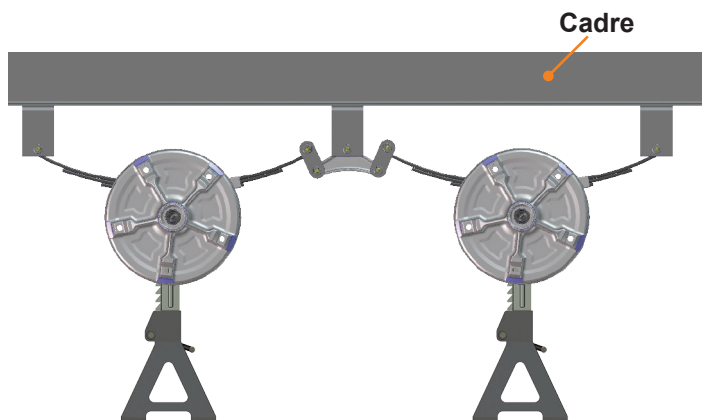

Fig. 5
4. À l'aide d'un cric de sol, soulever légèrement les essieux et placer les chandelles supplémentaires sous les essieux (**Fig. 5**) afin de pouvoir extraire les boulons de la manille à l'aide d'un marteau.